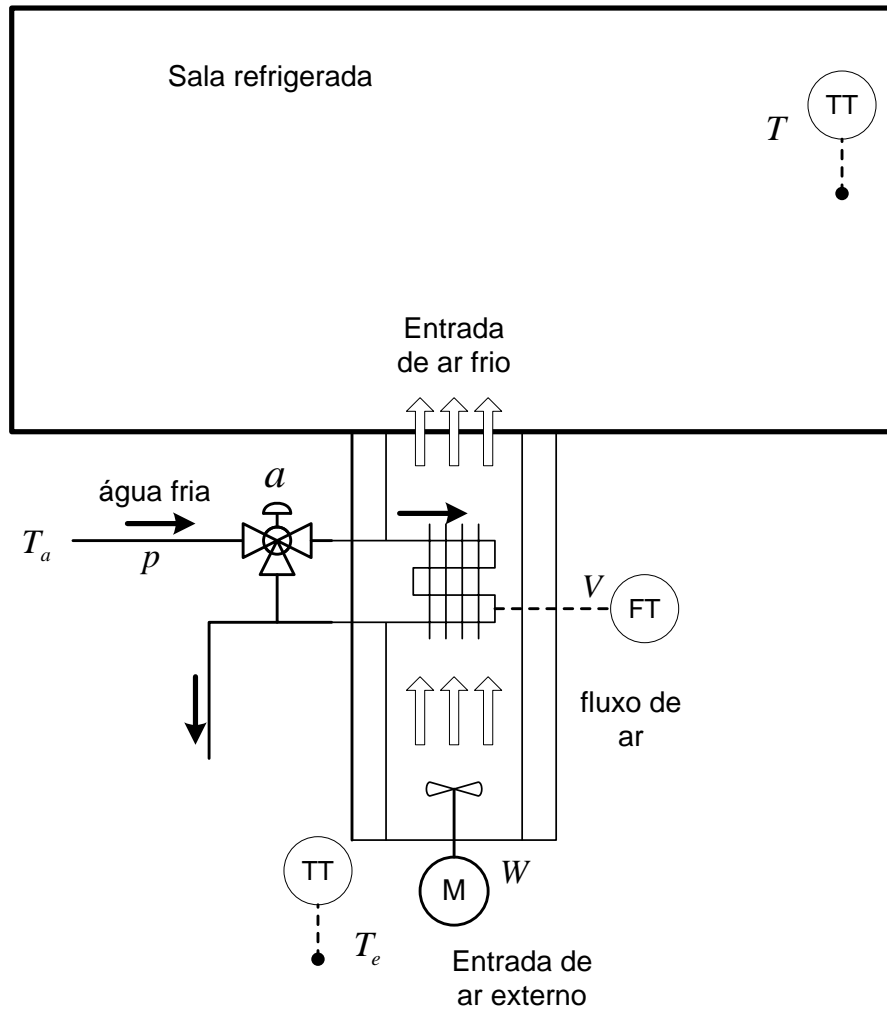

Figura 1: Sistema de refrigeração - Primeira solução.
A figura 1 mostra um esquema de um sistema de controle de refrigeração de uma sala de máquinas. Neste sistema, deseja-se controlar a temperatura no interior da sala e, para isso, utiliza-se um trocador de calor água-ar instalado na entrada de ventilação da sala.
O engenheiro propõe uma **primeira solução** de controle, na qual é instalado um medidor de vazão da água fria que troca calor com o ar (V), e medidores de temperatura da sala (T) e do ar externo (T_e), como se mostra na figura 1.